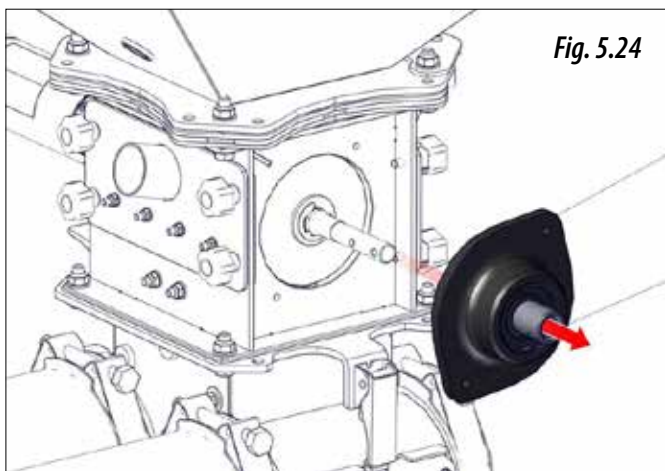
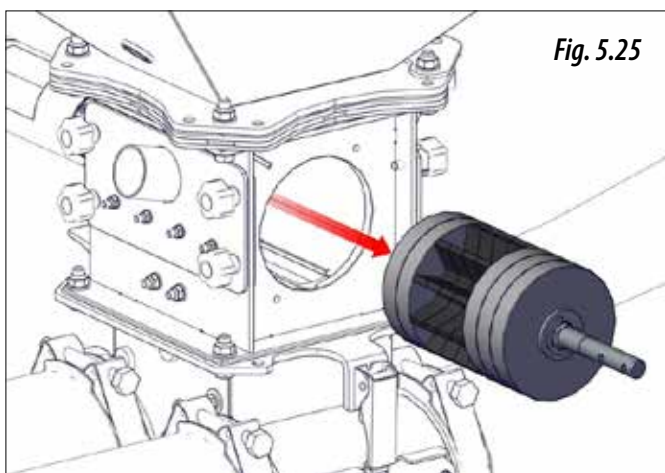

Fig. 5.24
Fig. 5.25
**7-** Scoateți suportul lateral,,( Fig. 5.24) și tăvălugul (Fig. 5.25), Apoi materialul acumulat în unitatea de dozare va începe să se golească.